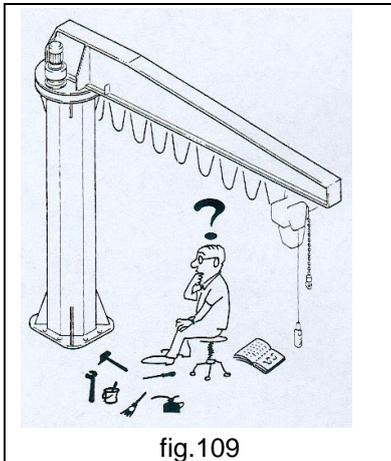

fig.109
- **NE JAMAIS** confier des opérations de maintenance et de réparation extraordinaires à un personnel non instruit par le fabricant (fig.109).